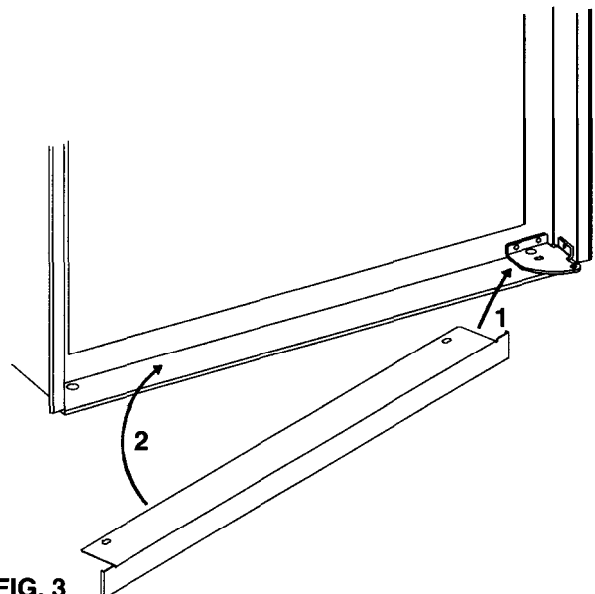

FIG. 3
1. Installeer de afwerkstrip door deze onder de onderste scharnierplaat te schuiven, zoals u kunt zien in fig. 3. De scharnierplaat kan aan de linker- of rechterkant zitten, afhankelijk van de richting waarin de deur open gaat.